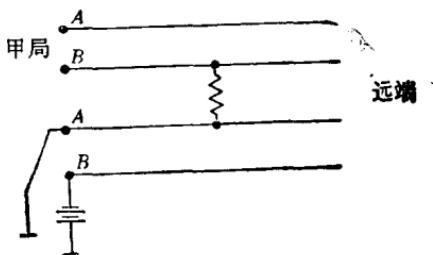

图 1-7
(2) 混他对地气线。某对 A 线(或 B 线)混其相邻线的 A 线, A 线是接至机房地气上的, 所以某对一根芯线是混他对芯线的地气线, 如图 1-7 所示。